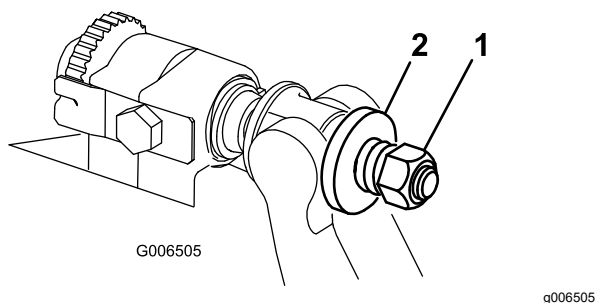

Figura 33
6. Apriete la tuerca de tensado del muelle hasta que el muelle esté comprimido del todo, luego aflójela $\frac{1}{2}$ vuelta (Figura 33).